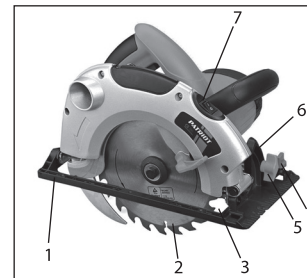

Рис. 1
Общий вид циркулярной пилы электрической представлен на Рис. 1. Перед снятием, либо установкой пильного диска отключите инструмент от электрической сети, выдернув шнур из сети питания.
Данная модель пилы дисковой, оборудована блокировкой включения, для включения необходимо нажать кнопку (3) (Рис. 1) и только после этого с помощью выключателя (7) (Рис. 1) осуществить пуск машины. Установка глубины пропила производится
Для выполнения пропила под углом к поверхности корпус пилы необходимо установить под углом к основанию пилы (1) (Рис. 1). Угол наклона контролировать по шкале (6). Фиксация наклонно-